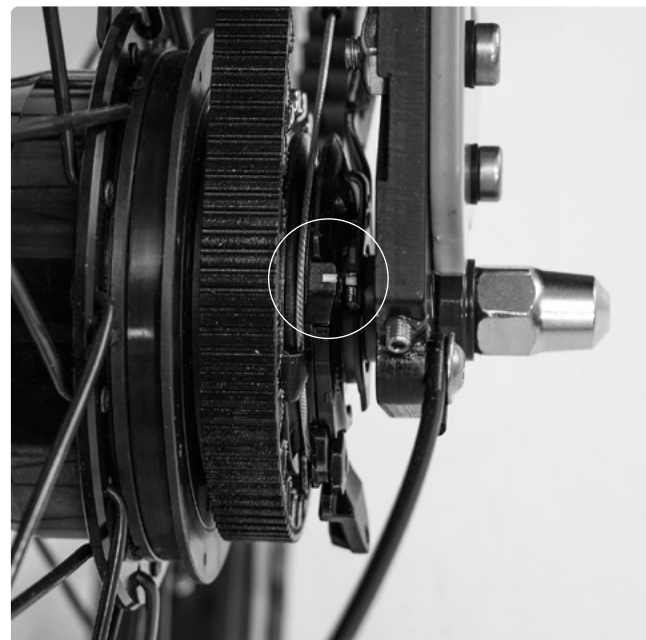

FIG. 44
- 3 Smettere di girare quando le due tacche gialle sono di nuovo alla stessa altezza (fig. 44).